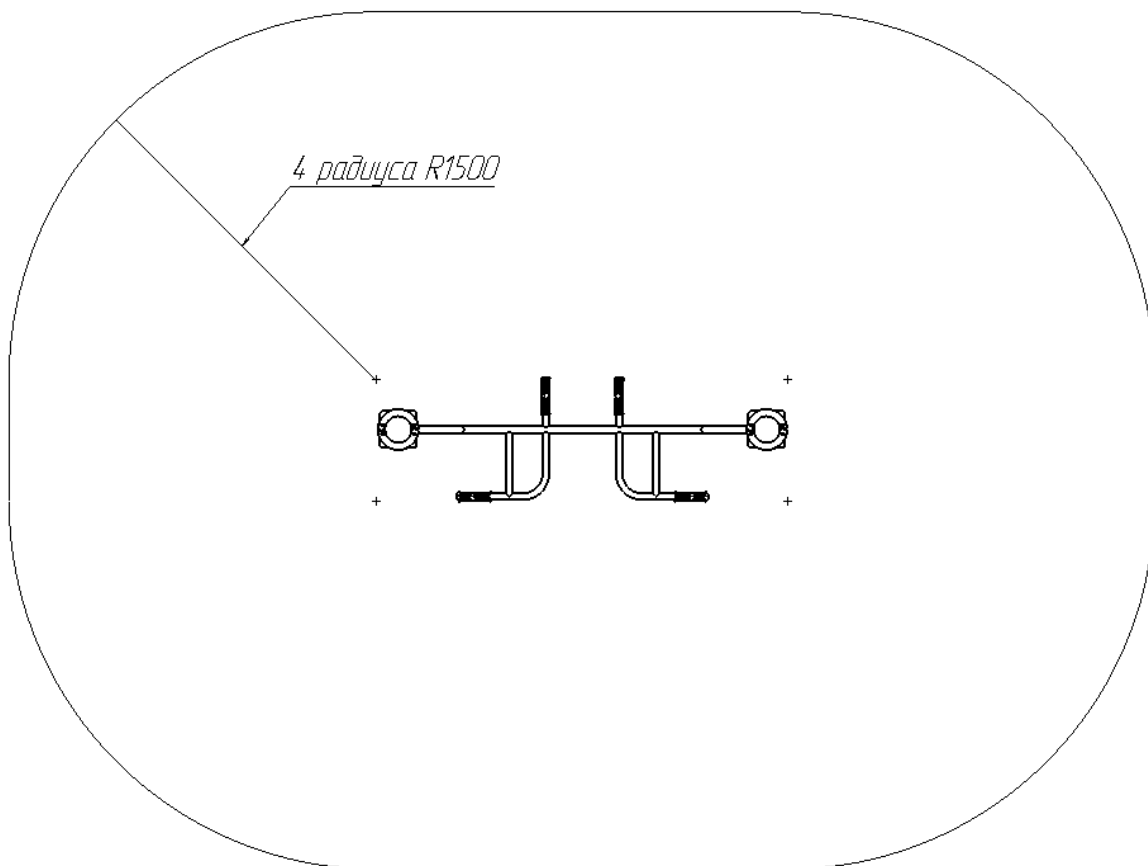

Рис.1
Над зоной перемещения, представленной на рис.1., должно быть пространство на высоту 5,3 м свободное от строений, зеленых насаждений и элементов других конструкций.
- 8.1.2. Установка Изделия проводится на ровной площадке, свободной от насаждений. Размер площадки не меньше указанного на зоне безопасности (см. рис.1).
- 8.3.1. Устойчивость Изделия достигается при помощи бетонирования части конструкции (см. рис. 4). На месте установки комплекса подготавливаются углубления размером 220x220 мм, глубиной 1000 мм в количестве 2 штук. На дно углублений засыпается гравийная подушка высотой 100 мм и утрамбовывается. Далее устанавливаются столбы на глубину 900мм (согласно монтажной схеме рис.1). Далее столбы заливаются цементно-песчаным раствором (типа бетон), параллельно контролируя вертикальность состояния заливаемых элементов. После окончательного застывания цементно-песчаной основы, на столбы навешивается турник при помощи хомутов.